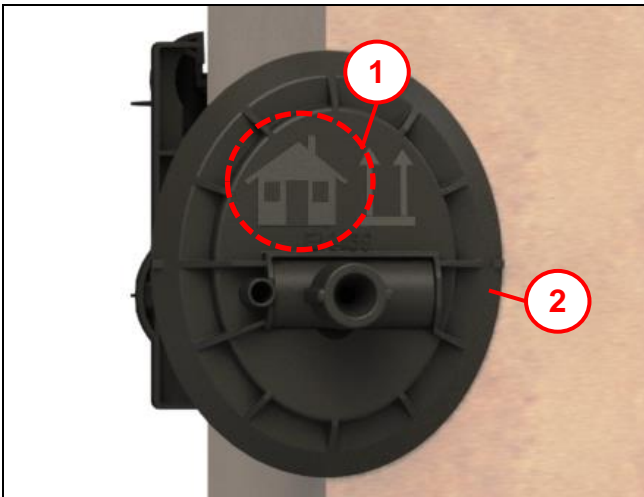

Abb. 13
- Führungselement (1) an Bohrung (Kellerseite) ansetzen und einschlagen bis Grundplatte an der Mauer anliegt.
- Schäumrohr mit Außenflansch (2) in Kernloch (Erdseite) einschlagen (Abb. 13 beachten) bis Flansch vollständig anliegt.